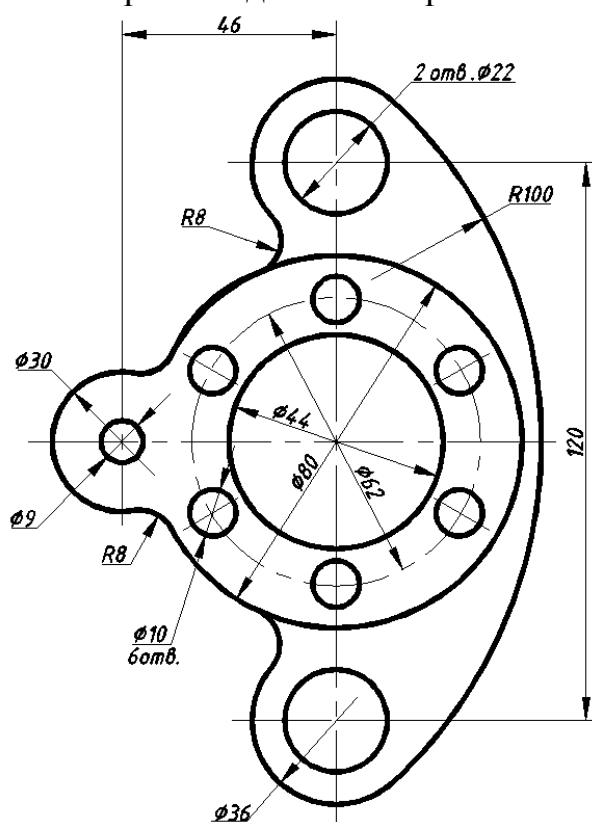

Рис. 3.1
Студенту предоставляется возможность самостоятельно выбрать средства для выполнения точных геометрических построений в соответствии с вариантом задания (см. прил. 1). Образец работы представлен в приложении 3. Последовательность действий рассмотрена на примере выполнения чертежа одного из вариантов задания (рис. 3.1).
9. Нанести размеры (рис. 3.1).